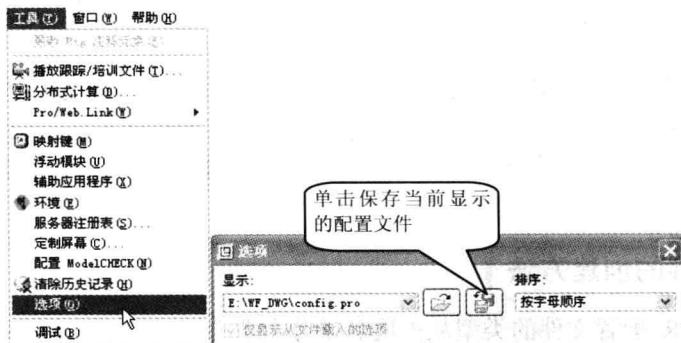

图 1-10 【选项】对话框
STEP 2 运行 Pro/ENGINEER Wildfire 5.0，选择【工具】|【选项】命令，Pro/ENGINEER 系统弹出【选项】对话框，如图 1-10 所示。